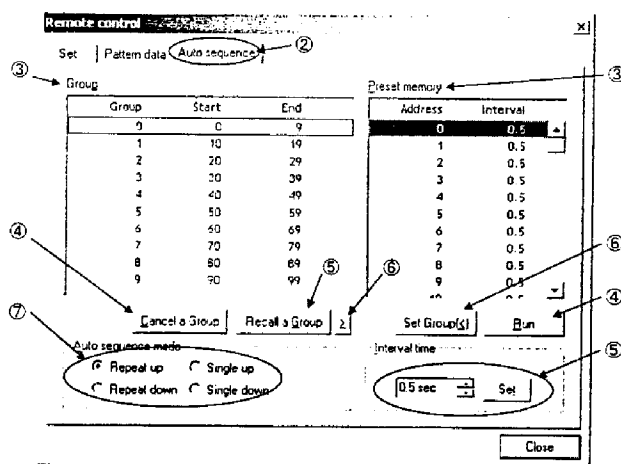

図 8-11 オートシーケンス
- ① メイン画面のメニューから<File>-<Control the encoder>を選択すると、<Remote Control>ダイアログが開きます。
- ② <Auto sequence>タブを指定します。(「図 8-11 オートシーケンス」を参照)
- ③ <Group>は、グループ番号ごとのスタートアドレス、エンドアドレスを表示しています。表示されているのは、本器に現在設定されているグループ分割情報です。グループ分割の詳細は「5-6-4 グループ分割」をご参照ください。
- ④ <Cancel a Group>ボタンをクリックすると、本器に設定されているグループ指定が解除されます。従って、<Cancel a Group>ボタンクリック後、本器のパネル操作で、オートシーケンスを実行すると、グループ分割とは無関係に00~99のプリセットメモリの内容が順にリコールされます。グループ指定の詳細は「5-6-5 グループ指定」をご参照ください。
- ⑤ <Recall a Group>ボタンをクリックすると、<Group>部分で選択されているグループは、本器の現在指定されているグループとなります。従って、<Recall a Group>ボタンクリック後、本器のパネル操作で、オートシーケンスを実行すると、<Recall a Group>で選択されたグループのスタートアドレスから、エンドアドレスまでの内容が順にリコールされます。グループ指定の詳細は「5-6-5 グループ指定」をご参照ください。
- ⑥ <>>ボタンをクリックすると、<Group>部分で選択されているグループのスタートアドレスからエンドアドレスが、<Preset memory>部分で選択状態になります。
- ⑦ <Auto sequence mode>は、本器にてオートシーケンスを実行する場合の動作モードを指定します。必要なモードのラジオボタンを選択してください。選択と同時に本器のオートシーケンスモードは、切り替わります。オートシーケンスモードの詳細は「5-6-7 オートシーケンスモード設定」を参照してください。
- ⑧ <Preset memory>は、メモリアドレスごとのインターバルタイムを表示しています。表示されているのは、本器に現在設定されている情報です。
- ⑨ <Set a Group>ボタンをクリックすると、<Preset memory>で選択されている範囲のメモリアドレスが、<グループ分割情報>で選択されているグループ番号に、新しいスタートアドレスとエンドアドレスとして設定されます。プリセットメモリを範囲として選択するには、スタートアドレスをマウスでクリックした後、SHIFT キーを押しながら、エンドアドレスをクリックしてください。グループ分割の詳細は「5-6-4 グループ分割」をご参照ください。
- ⑩ <Run>ボタンをクリックすると、<Preset memory>で選択されている範囲のメモリアドレスが、設定されているインターバルタイムをとりながら、順番にリコールされます。ただし、この実行は本器のオートシーケンス実行とは異なりますので、<Auto sequence mode>の設定とは無関係です。
- ⑪ <Interval time>に所要の数値を入力し、<Set>ボタンをクリックすると、<Preset memory>で選択されている範囲のアドレスのインターバルタイムを設定できます。インターバルタイムの詳細は、「5-6-8 インターバル設定」をご参照ください。